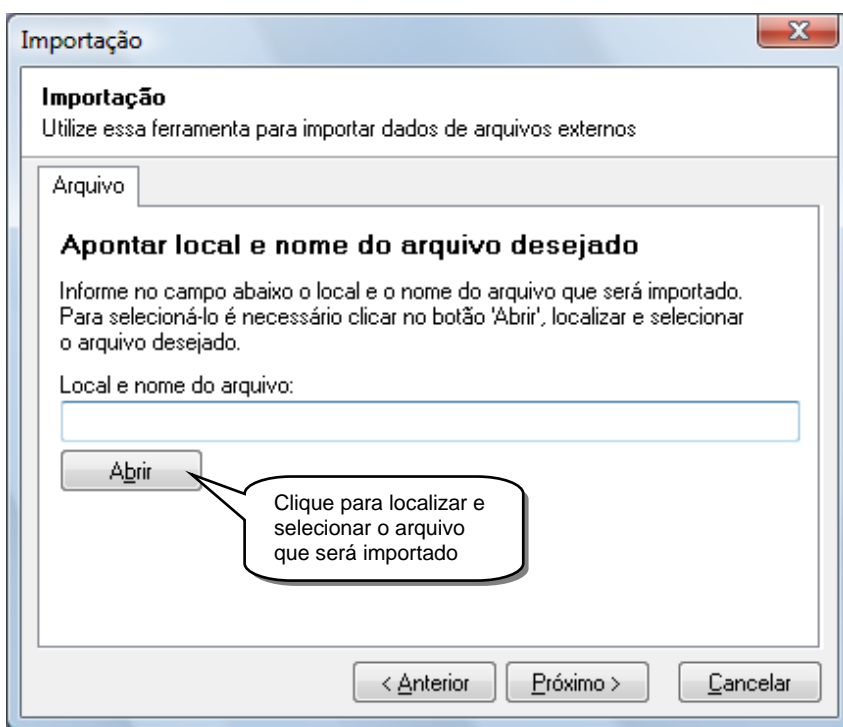

Figura 8.1.2.1
- Clique em “Abrir” (figura 8.1.2.1). O software abrirá uma janela para localizar e selecionar o arquivo desejado.
- Na janela “Abrir” (figura 8.1.2.2) utilize o campo “Examinar” para apontar o local onde se encontra o arquivo.